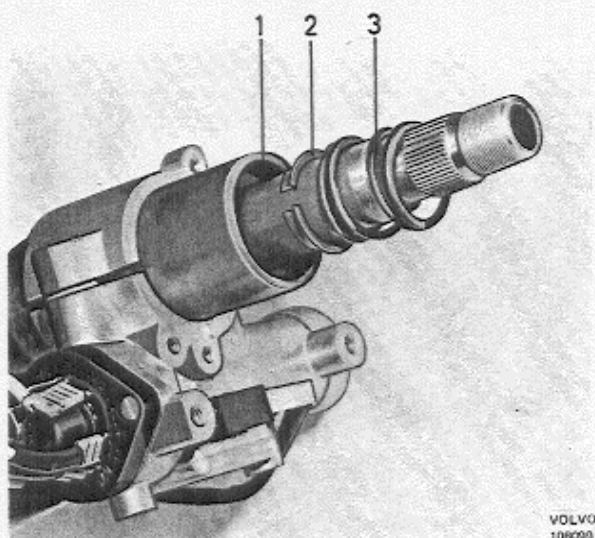

Abb. 71 Auswechseln des oberen Lenkspindellagers
4. Feder und Lageraußenring aus dem Mantelrohr ziehen, s. Abb. 71.